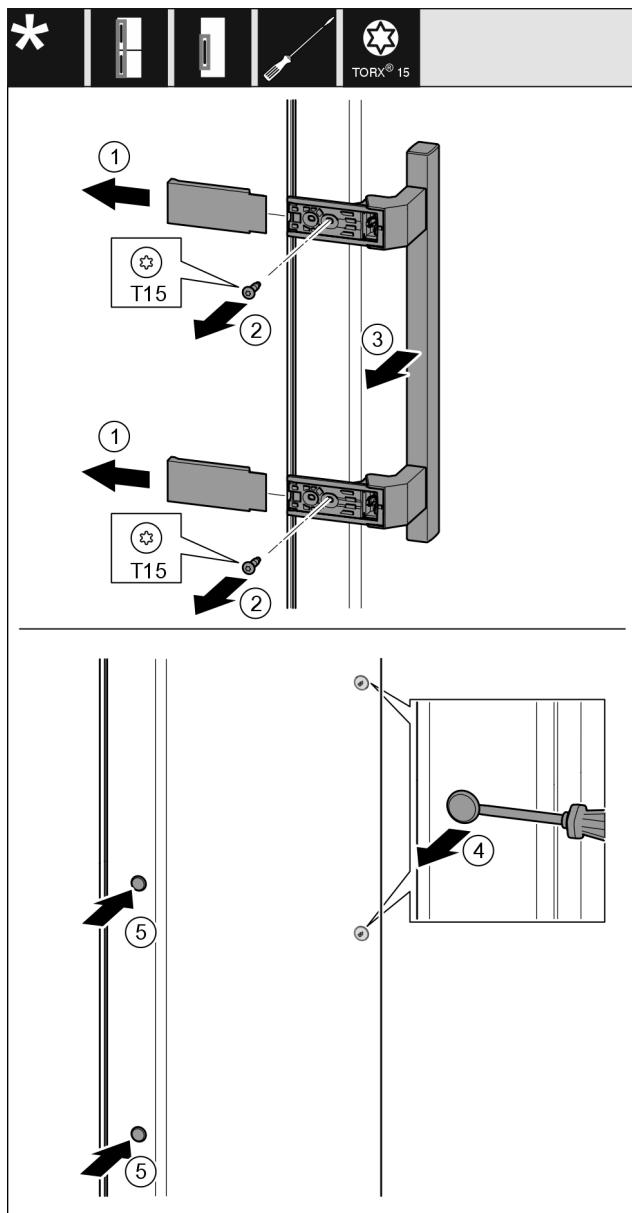

Fig. 21
- Stiahnite kryt Fig. 21 (1).
- Vyskrutkujte skrutky Fig. 21 (2) skrutkovačom.
- Odoberte držadlo Fig. 21 (3).
- Plochým skrutkovačom opatrne nadvihnite a vyberte bočnú zátku Fig. 21 (4).
- Zátku Fig. 21 (5) opäť nasadťte na druhú stranu.